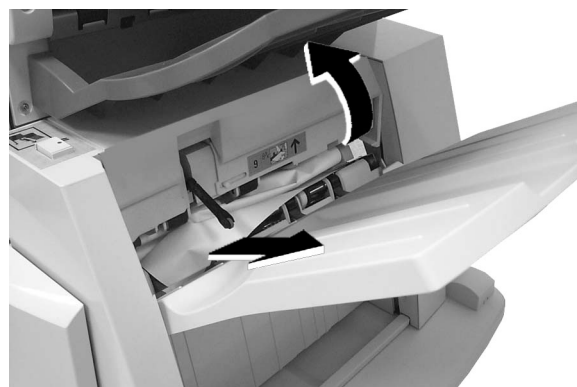

Figura 18: Como levantar a Tampa de Saída do Módulo de Acabamento e remover o papel da área 9
- 1** Levante e segure a Tampa de Saída do Módulo de Acabamento (Área 9), localizada acima da Bandeja de Saída do Módulo de Acabamento (Figura 18).
- 2** Remova a folha atolada (Figura 18).